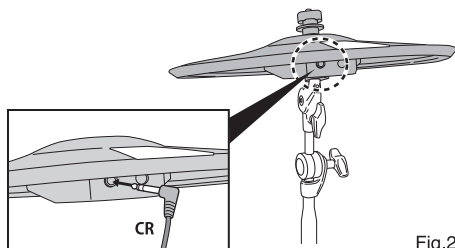

Fig.29
3. Connect the 15" Crash Cymbal Pad with the cable labeled (CR) from the Sound Module (Fig.29).
ケーブルCRをジャックに接続します (Fig.29)。